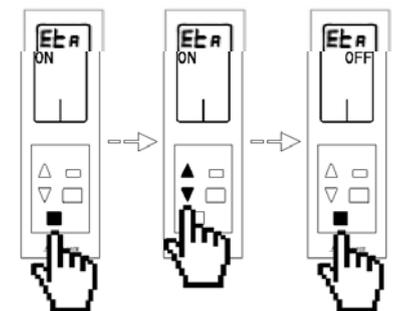

Fig. 104
- Etapa de calor aire $E\bar{E}\bar{A}$:** Este parámetro permite habilitar **ON**, o deshabilitar **OFF**, el calor por aire **A** de la zona. Para su configuración, realice una pulsación sobre el botón de confirmación , el valor del menú se pondrá a parpadear, esto indica que estamos dentro del menú. Utilice las flechas Δ ∇ para seleccionar la opción deseada y pulse el botón de confirmación . Si desea salir del menú pulse el botón salir para volver al menú anterior. (Fig. 104)